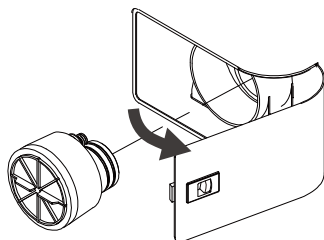

Abb.42 Entfernen und Ersetzen des Filters
2. Um den NORMALEN WASCH- oder ERWEITERTEN WASCHzyklus zu beenden, berühren Sie die Schaltfläche „ABBRUCH ZUR SCHNELLWÄSCHE“ (Abb. 41 und Abb. 42), um einen SCHNELLWÄSCHE-Zyklus durchzuführen. Nachdem der SCHNELLWÄSCHE-Zyklus abgeschlossen ist, berühren Sie die Schaltfläche VOM DOCK(ER) LOSLASSEN, um den Rover vom Docker zu trennen.